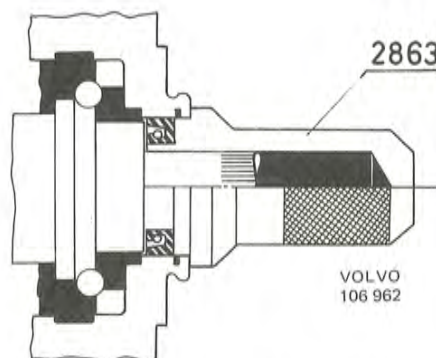

Bild 82. Montering av tätningssring
5. Fyll mellanrummet mellan den nya tätningssringens läppar med universalfett. Träd tätningssringen på monteringsverktyg 2863 med hjälp av den lösa styrningen. Ta bort styrningen och montera tätningssringen i styrväxeln, se bild 82.